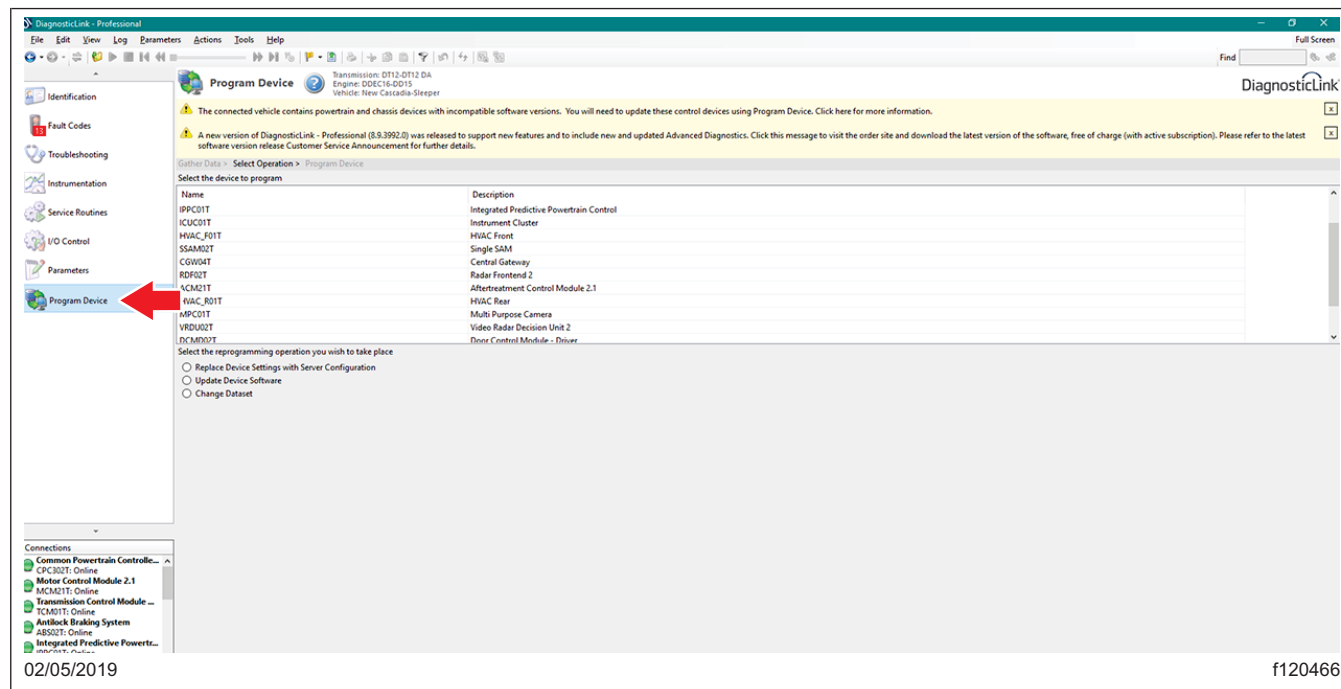

Fig. 2, Panneau « Program Device » (Programmer l'appareil) de DiagnosticLink
4. Naviguez à « Program Device » (Programmer l'appareil), puis cliquez sur « Connect to server » (Se connecter au serveur). Reportez-vous à la figure 2.